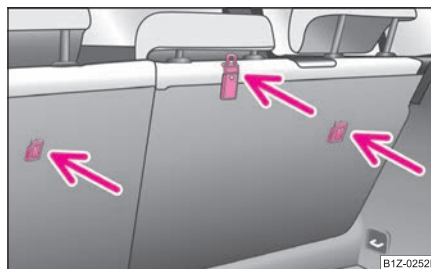

Fig. 183 Asiento posterior: Top Tether
En algunos países, las disposiciones legales vigentes exigen el equipamiento de los asientos posteriores con argollas de fijación para asientos infantiles del sistema "Top Tether" ⇒ fig. 183.
- Fije los asientos infantiles con el sistema "Top Tether" solamente en los puntos previstos ⇒ fig. 183. ▶